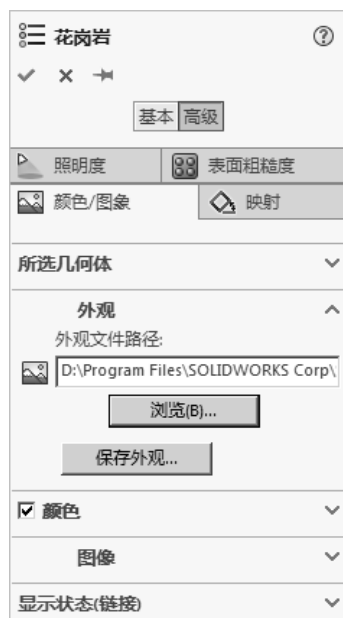

图 7.10.2 “高级”选项卡
Step3. 定义外观类型。在“颜色”对话框中单击 **高级** 选项卡，如图 7.10.2 所示；单击 **外观** 区域中的 **浏览(B)...** 按钮，然后选择并打开文件 C:\Program Files\SOLIDWORKS Corp\SOLIDWORKS\data\graphics\materials\stone\architectural\granite\grante.p2m。